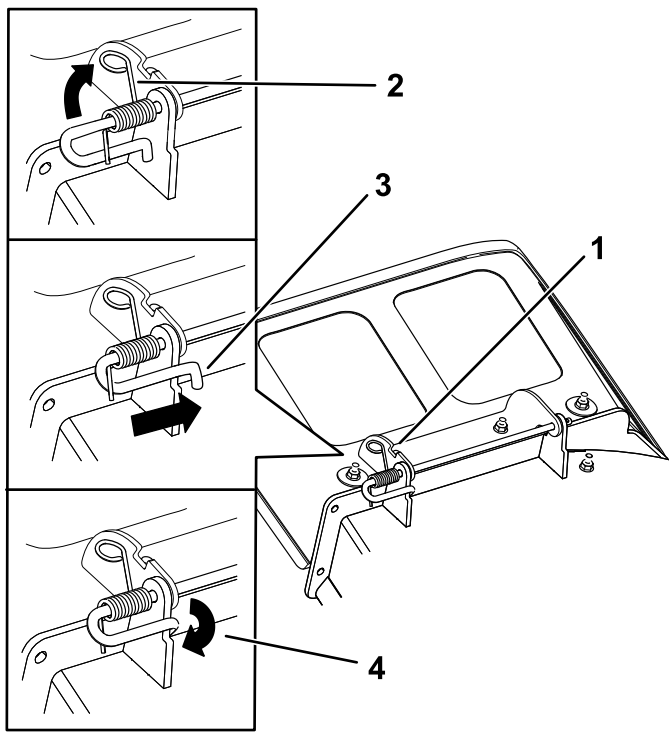

Figure 80
3. Positionnez le nouveau déflecteur d'éjection en plaçant les extrémités du support entre les supports soudés du tablier, comme montré à la Figure 80.
5. Positionnez le ressort sur la tige comme montré à la Figure 80, de sorte que l'extrémité la plus courte du ressort sorte du dessous de la tige avant le coude et passe par-dessus la tige à son retour.
6. Soulevez le côté avec la boucle du ressort et placez-le dans le cran du support de déflecteur (Figure 80).
7. Fixez l'ensemble tige et ressort en le tournant de sorte à pouvoir placer l'extrémité courte de la tige derrière le support avant soudé au tablier de coupe (Figure 80).